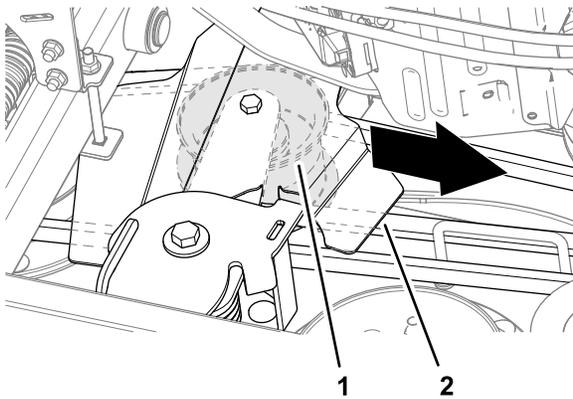

図 77
6. アイドラプーリとアイドラプーリカバーをエンジン側に引いて、プーリからベルトを外す **図 77。**